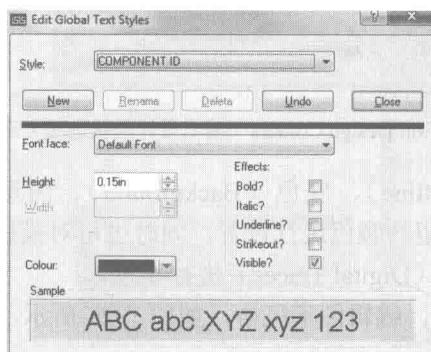

图 1-24 编辑全局字体风格
(1) 选择“Template→Set Text Styles”菜单命令，编辑全局字体风格，如图 1-24 所示。